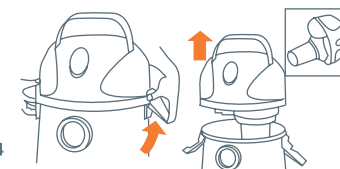

Fig. 4
Antes de usar por primera vez, desmonte la cubierta motor (3) abriendo los ganchos de cierre (7) (Fig.4). Apoye de costado la cubierta motor para evitar su caída.